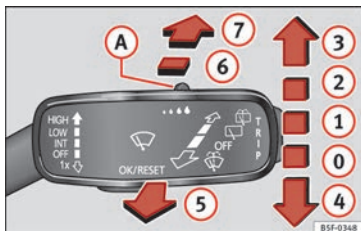

Abb. 42 Bedienung von Windschutz- und Heckscheibenwischer
- 1 Intervallwischen für die Frontscheibe. Mit Schalter » Abb. 42 (A) Intervallstufen (Fahrzeuge ohne Regensensor) oder Empfindlichkeit des Regensensors einstellen.